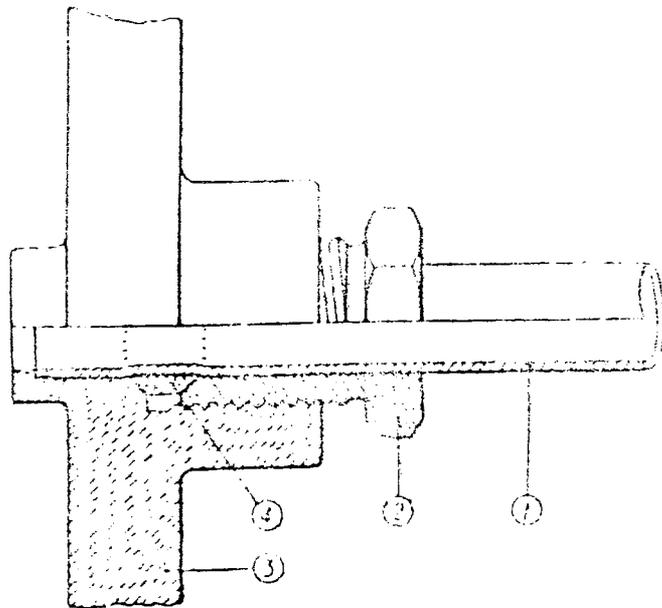

fig. 153
Il raccordo usato nell'impianto è del tipo illustrato nella fig. 153. In esso il tubo (1) viene infilato fino in fondo nella apposita sede ricavata nel bocchellone della parte (3) con la quale deve essere congiunto. La tenuta è fatta per mezzo dell'anello biconico in bronzo (4) che viene serrato contro il tubo fra il manicotto a vite (2) e il bocchellone.
Il « bicono » (H) appoggia da una parte contro una svasatura conica in fondo al braccio laterale e dall'altra contro una svasatura eguale lavorata nel manico colto. Ne consegue che la pressione esercitata dal manico sul bicono in senso assiale costringe il bicono stesso a contrarsi in senso radiale ed a stringersi intorno al tubo strozzando leggermente, come si vede in fig. 153.